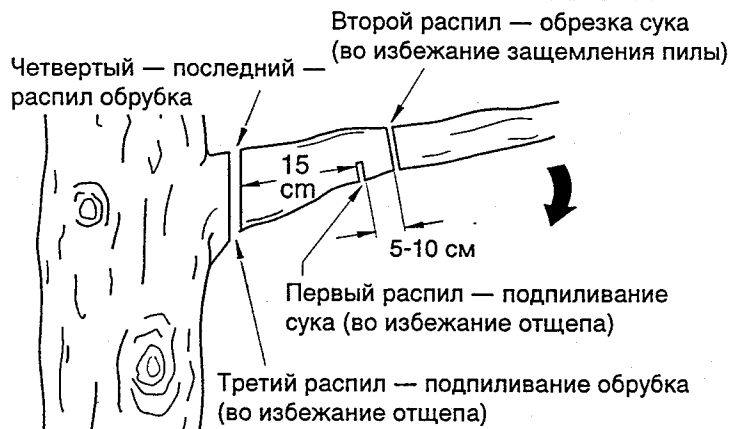

Рис. 11. Обрезка сучья (подрезка)
1. Сделайте первый распил на нижней стороне спиливаемого сучья на расстоянии 15 см от ствола дерева. Чтобы сделать этот распил, пользуйтесь верхней частью направляющего стержня. Распилите на глубину, равную 1/3 диаметра сучья (см. рис. 11).